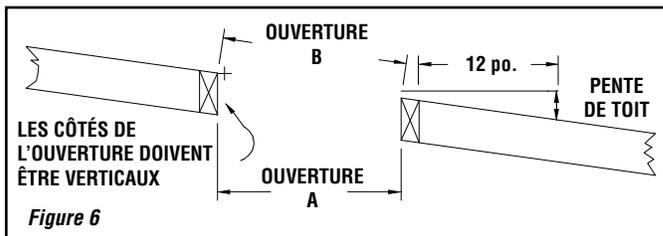

Figure 6
**Step 1.** Placez la cheminée à un endroit pratique, le plus près possible de l'appareil de chauffage. Coupez et encadrez une ouverture dans le toit pour le support. The sides of the opening must be vertical (**figure 6**) (Voir charte à la **page 3**).